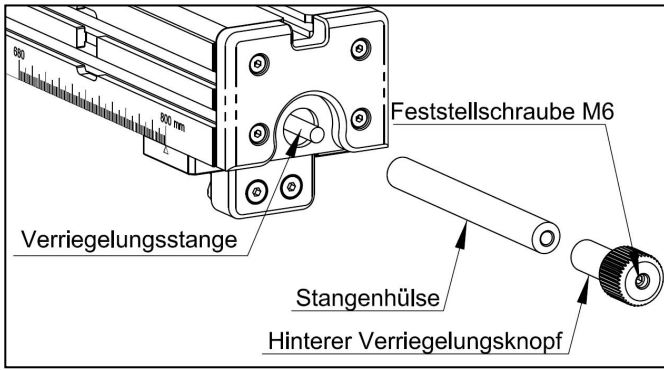
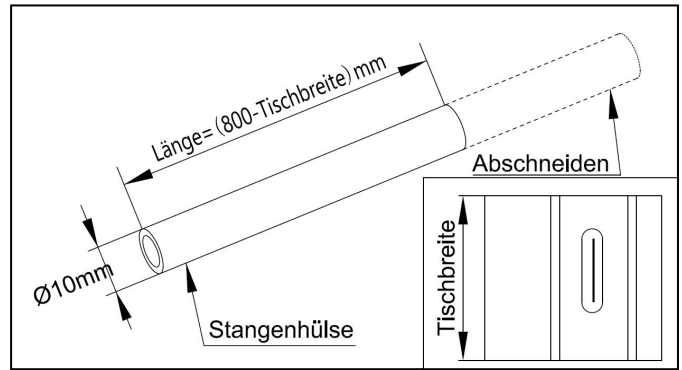

Abb. 6-17
Abb. 6-18
- (1) Wie in Abbildung 6-17 gezeigt, lösen Sie die M6-Setschraube und schrauben Sie den hinteren Verriegelungsknopf ab.
- (2) Schieben Sie die Stangenhülse über die Verriegelungsstange und schrauben Sie dann den hinteren Verriegelungsknopf wieder auf. Ziehen Sie die M6-Setschraube an dieser Stelle nicht fest, um spätere Anpassungen zu ermöglichen.
- c. Wenn die Tischbreite zwischen 690 mm und 795 mm liegt, müssen Sie die Stangenhülse vor der Installation modifizieren. Das Installationsverfahren bleibt gleich wie im vorherigen Schritt. Anschließend fahren Sie mit Schritt 3 fort. Die Stangenhülse muss gekürzt werden, um die Installationsanforderungen für Tische mit einer Breite zwischen 690 mm und 795 mm zu erfüllen. Die modifizierten Abmessungen für die Stangenhülse finden Sie in Abbildung 6-18. **Die Länge der Stangenhülse sollte gleich 800 mm minus der Breite des Tisches sein.**